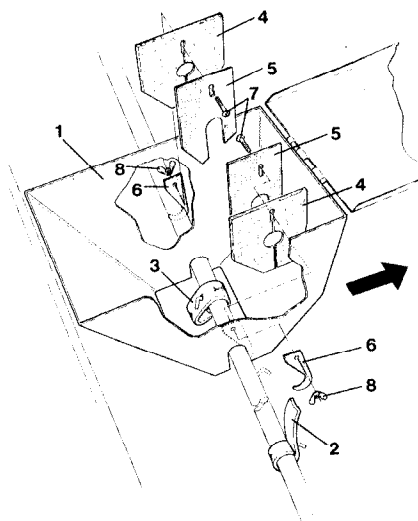

Fig.120
Hvis der kun skal udsås en lille udsåningsmængde med en stor rækkeafstand, så er det hensigtsmæssigt at reducere såkassens volumen, for at få så lille en restmængde som muligt. Montering af indsatskassen (Fig. 120/1) reducerer den restmængde der ikke kan udsås til et minimum.
- Ved udsåning af dårligt flydende såsæd, skal omrøregummiet først monteres efter Fig. 120/2 og 120/3, for også at fjerne de sidste rester såsæd fra indsatskassen.
- Indsatskassen (Fig.120/1) bringes i position i såkassen.
- Afdækningstætningen (Fig.120/4) og afdækningspladen (Fig.120/5) monteres indvendig, og fastgørelseskrogen (Fig.120/6) monteres udvendig på indsatskassen og sættes fast med bræddebolte M6 (Fig.120/7) og vingemøtrik (Fig. 120/8). Begge fastgørelseskroge griber om røre akselen.